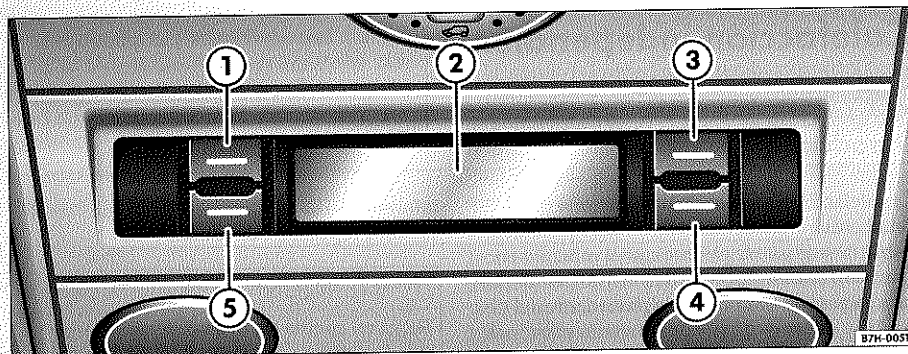

Fig. 14 Calefacción independiente: mandos delanteros en el techo del vehículo
- Con el encendido conectado, pulse la tecla ⇒ página 24, fig. 14 ⑤.
- Seleccione el símbolo 📅 con las teclas ③ o ④.
- Pulse la tecla ⑤ para ajustar la fecha.
- Seleccione el símbolo 👤 con la tecla ③ y pulse la tecla ⑤.
- Seleccione ON u OFF con las teclas ③ o ④ para *activar* o *desactivar* el seguro para niños.
- Pulse la tecla ⑤ para confirmar los ajustes.
- Seleccione el Día con la tecla ③ y confírmelo con la tecla ④.
- Seleccione el Mes con la tecla ③ y confírmelo con la tecla ④.
- Seleccione el Año con la tecla ③ y confírmelo con la tecla ④.
- Pulse la tecla ⑤ para almacenar los ajustes.
– Pulse la tecla ⇒ página 24, fig. 14 ④, para encender o apagar la calefacción independiente.
- Seleccione el símbolo ④ con la tecla ③ y pulse la tecla ⑤.
- Seleccione la hora de conexión a la que se ha de encender la calefacción independiente con las teclas ③ o ④.
- Pulse la tecla ⑤ para activar la hora de conexión seleccionada.